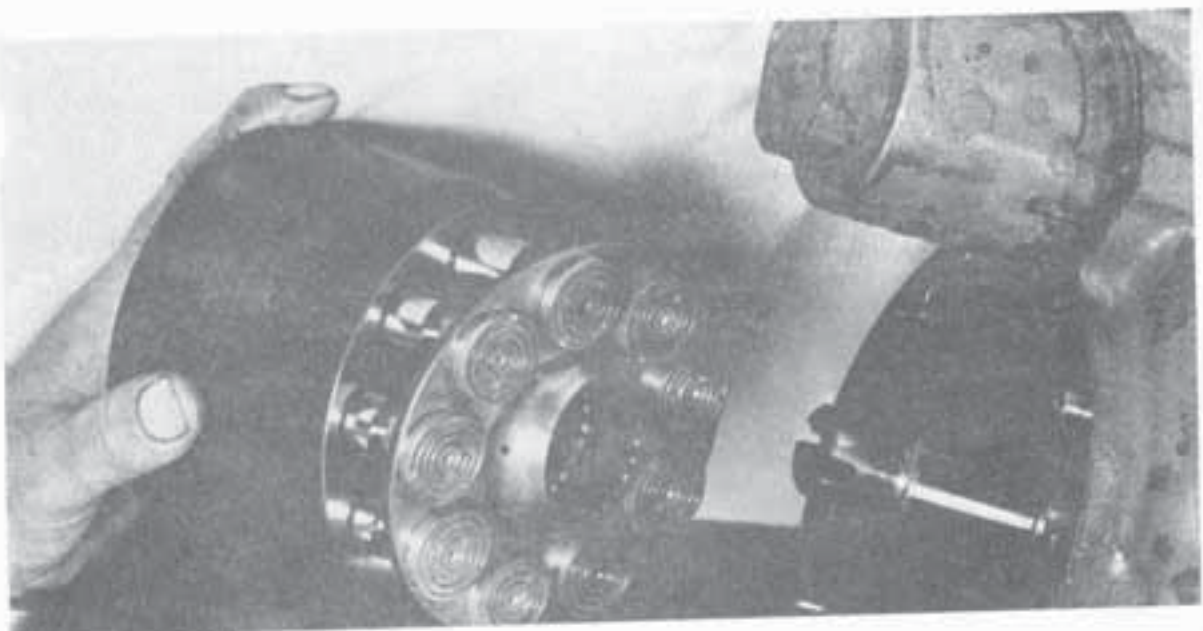

Рис.42.
2. При установке блока цилиндров на вал следить за тем, чтобы оба установочные зубья, которые имеют меньшие размеры, и которые в блоке цилиндров, совпадали со щелью зубьев направляющей прижима кулисного камня и чтобы они вдвинулись в щель установочных зубьев на валу. Перед этим кулисный камень на поршне опрыскать чистым гидравлическим маслом. Рис.42.